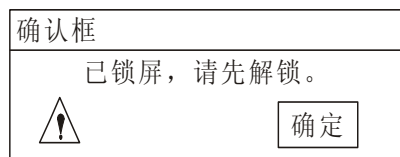

图 7 锁屏提示框
5. 在锁屏状态下，如果轻触屏幕上触锁屏按键以外的区域，那么系统会弹出一提示框，如图 7 所示；